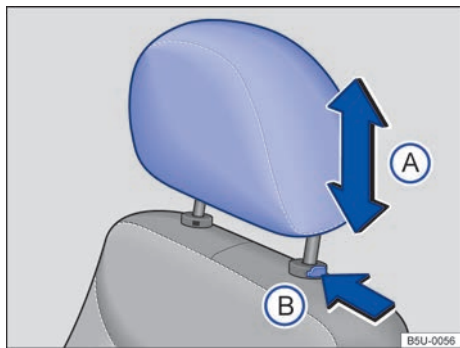

Fig. 35 Ajuste el apoyacabezas delantero.
- Empuje el apoyacabezas hacia arriba o hacia abajo en el sentido de la flecha → fig. 35 (A) → ⚠️.